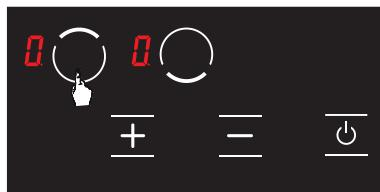

Abbildung 6
2. Die entsprechende Kochplatten-Auswahltaste wird berührt. Bei der ersten Berührung erscheint im jeweiligen Herd das ⚡ Symbol. (siehe Abb. 6)